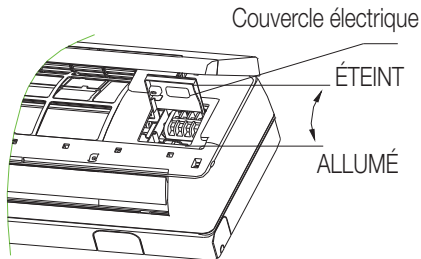

Fig. 12
- Desserrez la vis au niveau du couvercle de connexion. (Fig. 12)